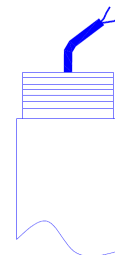

Рисунок 2.2 – Монтажная труба.
2. Проложите питающий кабель и кабель линии управления и синхронизации внутри трубы, на которую будет произведен монтаж светильника так, чтобы конец кабеля, предназначенный для подключения, выходил со стороны резьбового соединения трубы (рисунок 2.2). Электропитание на кабеле должно быть отключено.